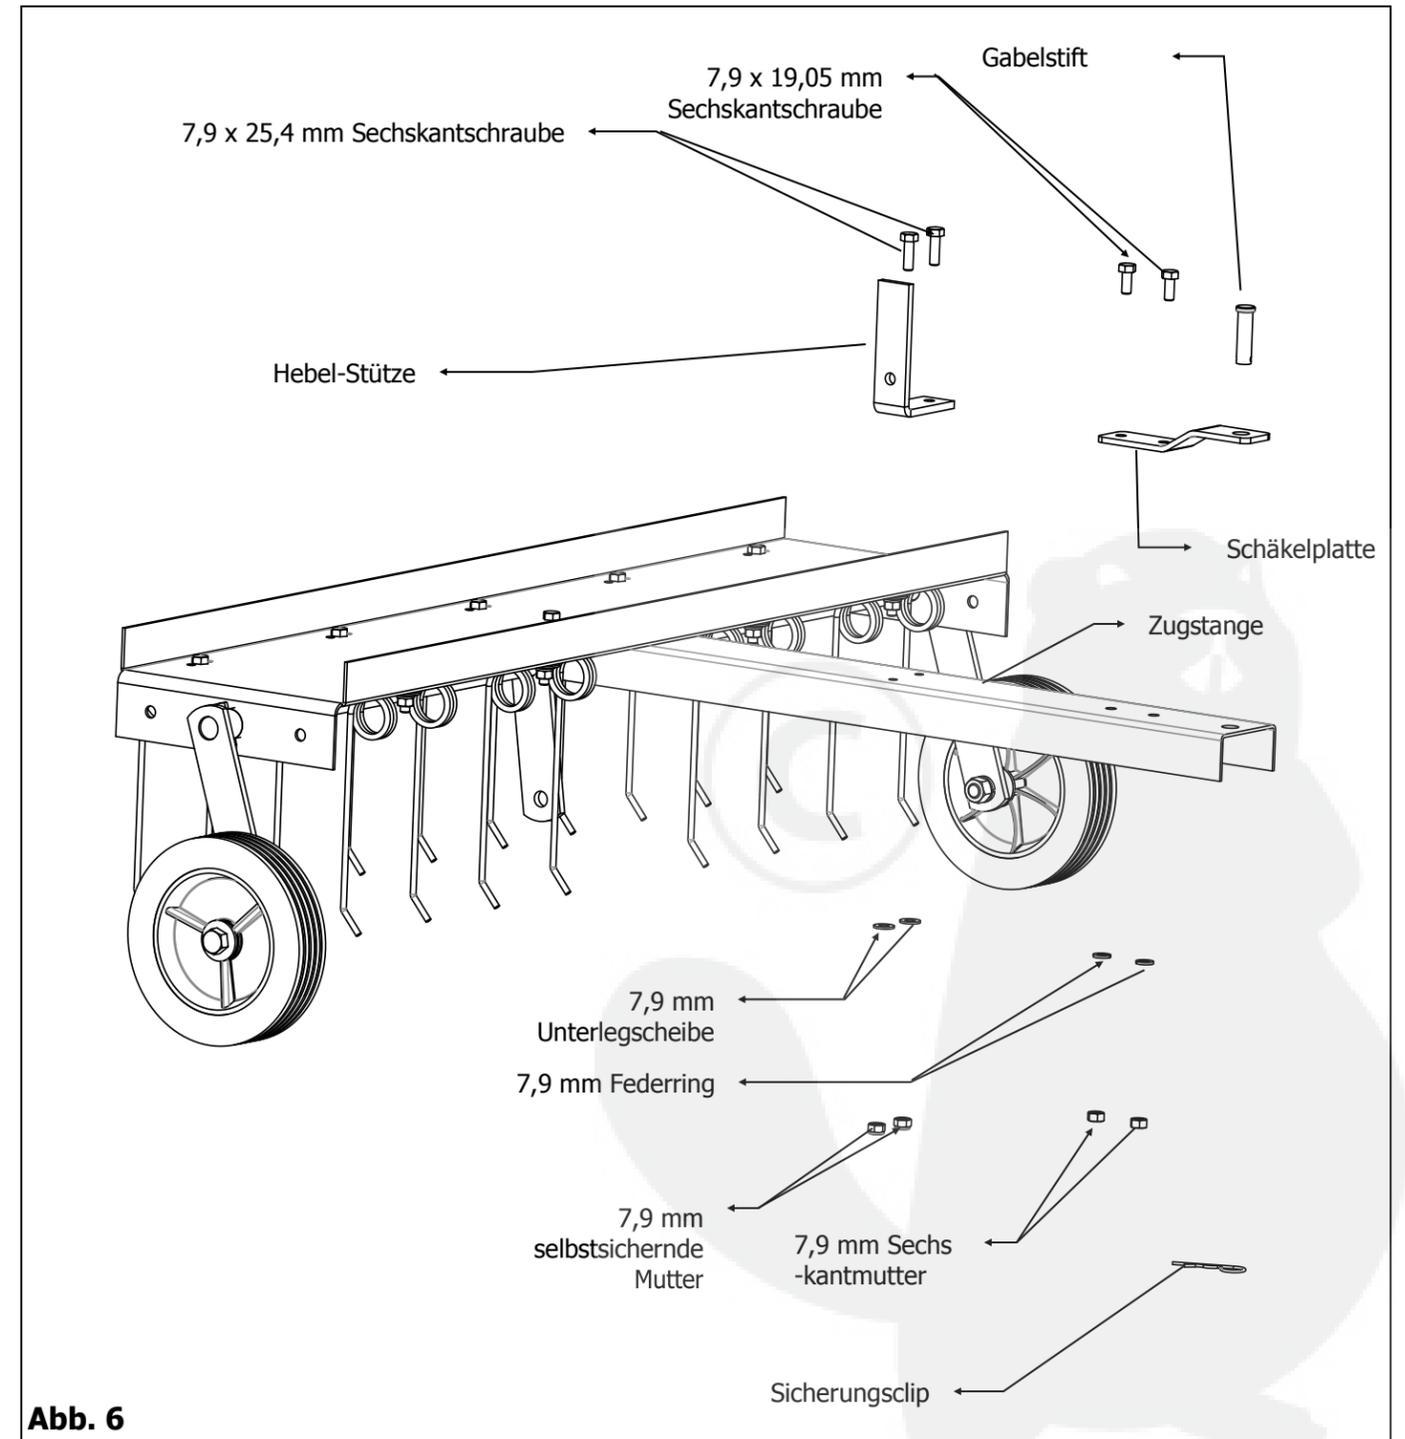

Abb. 6
6. Richten Sie die beiden Löcher der Zugstange und der Einstellhebel-Stütze wie in der Abbildung dargestellt aneinander aus. Stecken Sie eine 7,9 x 25,4 mm Sechskantschraube in eines der Löcher in der Einstellhebel-Stütze und anschließend in das entsprechende Loch in der Zugstange; stecken Sie eine 7,9 mm Unterlegscheibe auf die Schraube und ziehen Sie sie mit einer 7,9 mm selbstsichernden Mutter fest. Wiederholen Sie diesen Schritt beim nächsten Loch. Stecken Sie eine 7,9 x 19,05 mm Sechskantschraube in eines der zwei kleineren Löcher in der Schäkkelplatte und anschließend in das entsprechende Loch in der Zugstange; stecken Sie einen 7,9 mm Federring auf die Schraube und ziehen Sie sie mit einer 7,9 mm Sechskantmutter fest. Wiederholen Sie diesen Schritt beim nächsten Loch. Stecken Sie den Gabelstift durch das größere, vordere Loch der Schäkkelplatte und durch das Loch in der Zugstange und sichern Sie ihn mit dem Sicherungsclip. Siehe Abbildung 6.